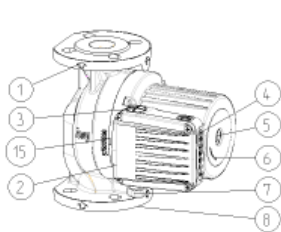
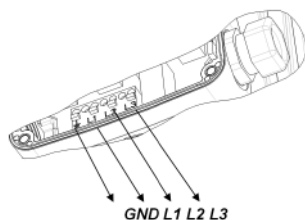

Рис. 1
Рис. 3
- насос устанавливается напрямую в трубопровод таким образом, чтобы ось насоса 1-1 была горизонтальной (рис. 3);
- направление потока воды через насос должно соответствовать направлению стрелки на корпусе насоса (рис. 1 – поз. 1);
Провод подключения подключается через кабельный ввод M20 (рис. 1 – поз. 7).
Электрическое соединение насосов необходимо выполнить по соединительной схеме (рис. 3), которая отображена на нижней стороне крышки мотора. Перед этим необходимо отвинтить верхнюю крышку (рис. 1 – поз. 2).
В насосах типа LHN, LHNД (LHNМD, LHNМD) ротор работает в воде. Ротор установлен в специальных работающих на смазке водой подшипниках, поэтому перед вводом в эксплуатацию необходимо заполнить насос водой и откачать воздух. Для откачки воздуха из насоса необходимо удалить болт на обратной стороне электромотора (рис. 1 – поз. 5) - воздух начнет выходить через прорезь между валом мотора и подшипником. После того как начнет вытекать вода, необходимо закрыть вентили со стороны всасывания и со стороны нагнетания и запустить насос. При вращении вала насоса в обратном направлении начнет мигать красная лампочка встроенного индикатора. Насос оснащен опцией определения других ошибок, описанных в таблице ниже. Мигание красной лампочки сообщает номер ошибки. За последовательностью сигналов следует длинный интервал, количество сигналов между двумя интервалами является кодом ошибки.
Каждый насос может охватывать гидродинамические поля трех типов насосов. Для этих целей в насосах установлены трехскоростные электромоторы. Для выбора необходимой скорости (3, 2, 1) на насосе установлена кнопка (рис. 1 – поз. 4), при нажатии которой переключаются скорости.
- отверткой (рис. 1 – поз. 5), которую необходимо установить в прорезь на валу, крутить вал до тех пор, пока он не начнет свободно вращаться;